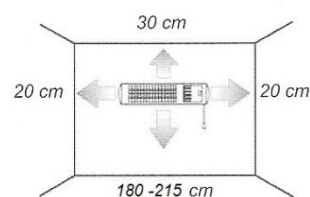

Abb.2
19. Halten Sie einen angebrachten Abstand zwischen Wänden und Gegenständen ein (Abb. 2 + 3). Das Gerät muss so eingestellt werden, dass die Strahlung nicht gegen Gardinen oder andere flammable Gegenstände gerichtet ist.